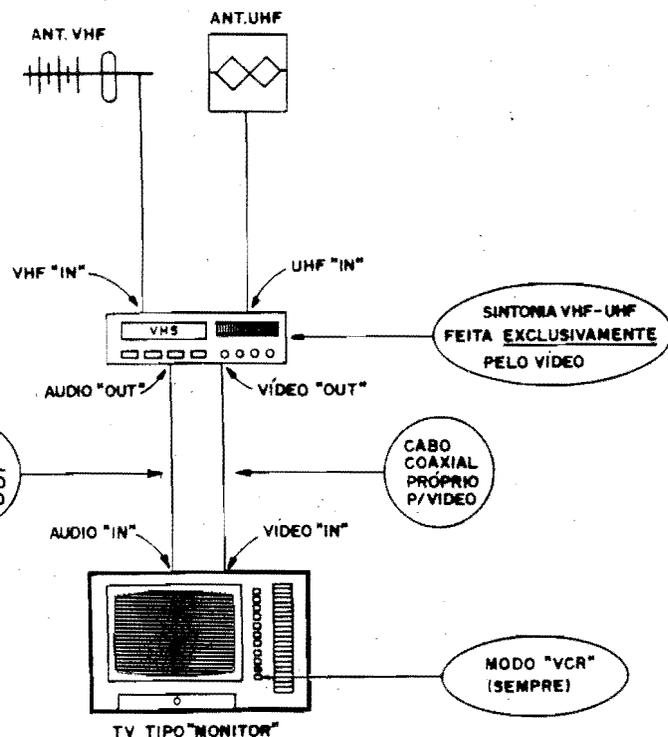

Fig.15
- FIG. 15 - Qualquer "link" de sinal de alta frequência (VHF ou UHF) via cabo, é sempre um "ponto frágil" nos sistemas de recepção, devido à possibilidade de captações, descasamentos, interferências, "reverbações" do sinal **dentro** da própria cabagem, etc. Assim, quando for possível conduzir os sinais **já processados**, decodificados, e elevados em nível, devemos optar por esse sistema, que permite transferência de sinal com qualidade **muito** superior... Muito dos receptores de TV mais modernos já são dotados de **entradas** específicas para sinais processados de ÁUDIO e VÍDEO (via dois **jaques** RCA, normalmente localizados próximos às entradas "normais" de antena (VHF-UHF). Se o Leitor tem um televisor **desse tipo**, as coisas ficam extremamente simples (e os resultados finais ainda melhores...), desde que também possua um vídeo-cassete. A figura ilustra as conexões a serem feitas: os cabos provenientes das antenas de VHF
No arranjo sugerido na fig. 15, é importante que a TV seja **sempre** chaveada para funcionamento como "MONITOR", ou que a tecla "VCR" ou "VÍDEO" seja mantida apertada, junto ao seletor ou teclado da TV. Toda a sintonia (VHF ou UHF) passa a ser feita **exclusi-**
vamente pelo VCR que, obviamente, só permitirá o funcionamento do sistema, quando estiver **ligado**. As modernas tendências dos fabricantes inclusive na direção de "standardizar" as inter-conexões (sistema de antenas/VCR/TV), levam a - num futuro próximo - praticamente **obrigar** as conexões a serem feitas como na fig. 15.